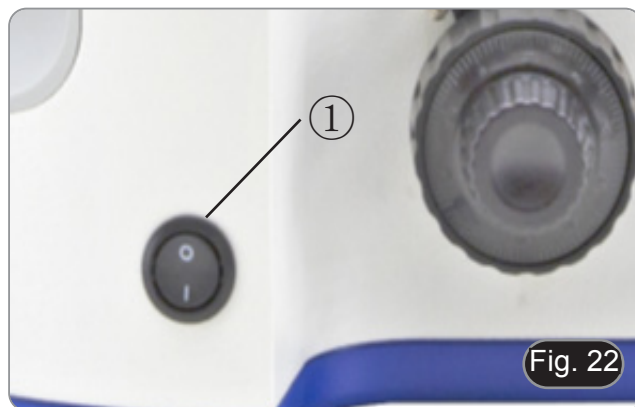

Fig. 22
Per attivare l'illuminatore in luce trasmessa portare l'interruttore principale ①, posto sul lato sinistro dello stativo, nella posizione "1". (Fig. 22)